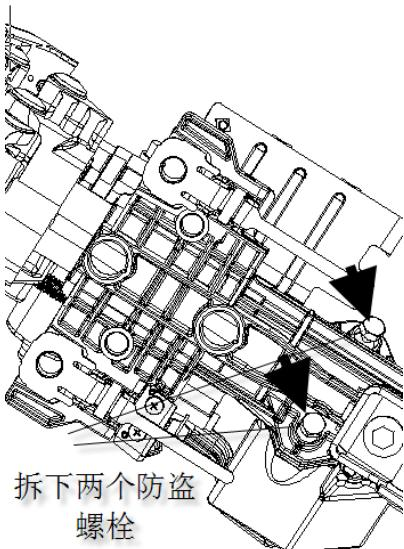

图 4-10
①使用中心冲子，在两个防盗螺栓上做中心标记。
②使用 3~4mm 的钻头，钻入这 2 个螺栓。
③使用螺丝刀，拆下 2 个螺栓和转向管柱上轴锁总成。如图 4-10 所示。